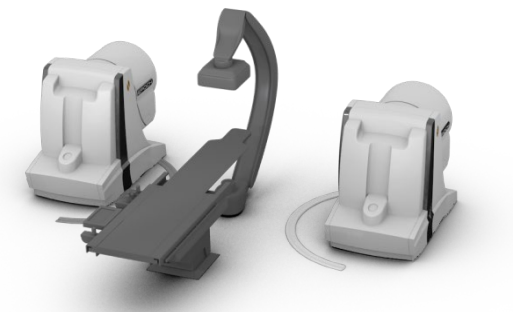

Figure 16. Aimants *Niobe* en position de rangement avec le plateau de la table déplacé complètement en arrière
2. Reculez complètement le plateau de la table pour l'éloigner du système de radiologie et des aimants (**Figure 16**).